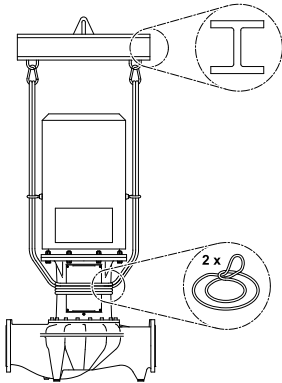

Fig. 32: Aplicarea buclelor de fixare
- La ridicarea cu macaraua, pompa trebuie prinsă cu chingi adecvate, conform reprezentării din (Fig. 32/33). Așezați pompa în bucla cablului de ridicare, care se va strânge din cauza greutateii pompei.